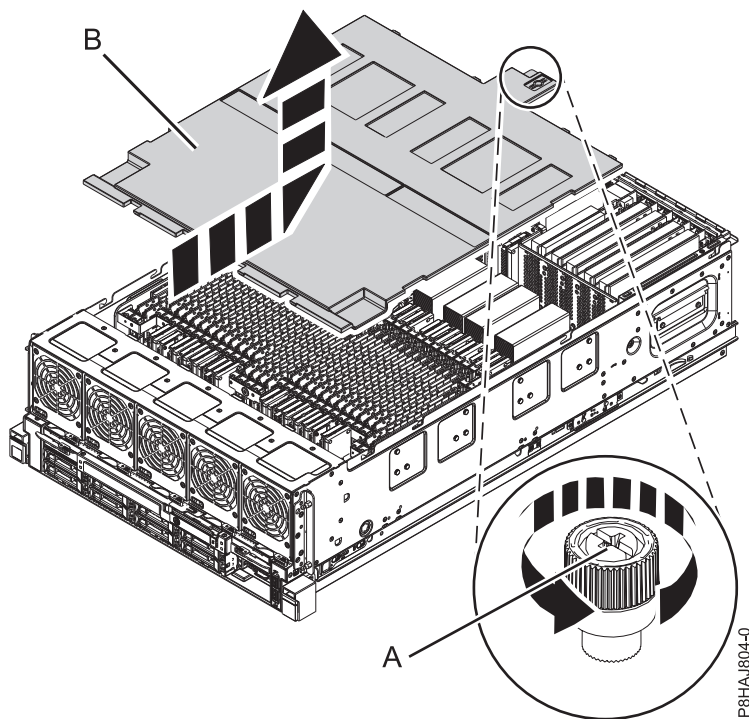

図 11. 安全カバーの取り外し
2. カバーの背面にあるつまみねじ (A) を、34 ページの図 11 に示されている方向に回転させて緩めます。
3. 安全カバー (B) をシステムの後方にスライドさせます。カバーの最前部が上部のフレーム棚を通り過ぎたら、カバーを持ち上げてシステムから外します。